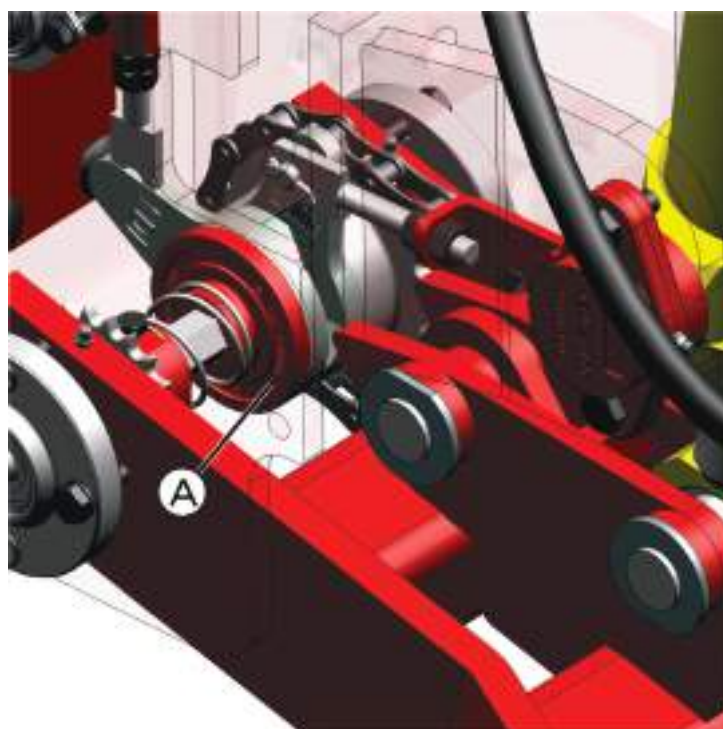

fig. 44
As semeadoras são equipadas com catracas (A) (fig. 44) nos rodados principais, ligando e desligando a transmissão de forma automática ou manual. Quando o plantio é iniciado, a catraca é acionada e quando a semeadora é levantada, a catraca é desligada automaticamente. Podemos fazer o desligamento da transmissão de forma manual, desligando individualmente cada transmissão para realização de ajustes.